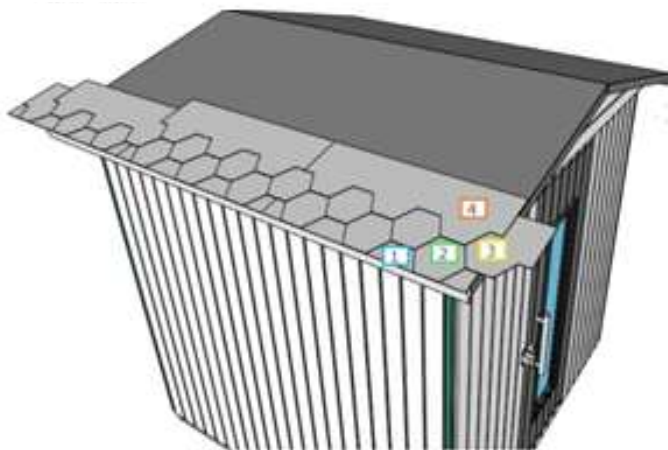

Fig.14c
- iv. La troisième ligne doit former le décor en losanges du shingle. Fixez et clouez tous les shingles de chaque côté du toit (Fig.14c).